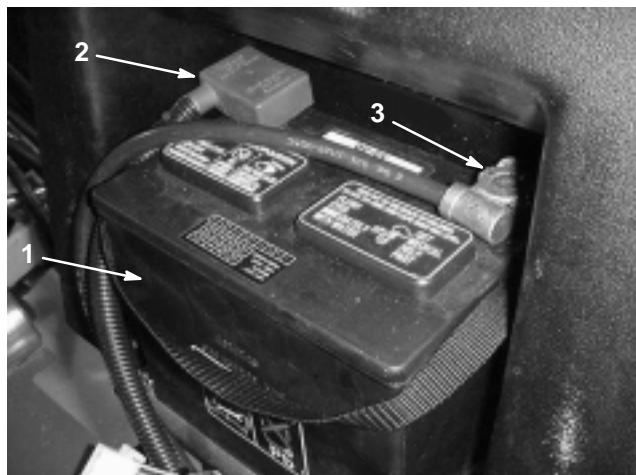

Figure 18
- Raccordez le câble positif (rouge) de la batterie à la borne positive (+), et le câble négatif (noir) à la borne négative (-) (Fig. 18) et serrez les colliers à l'aide des vis et écrous. Placez le capuchon protecteur sur la borne positive pour éviter les courts-circuits.